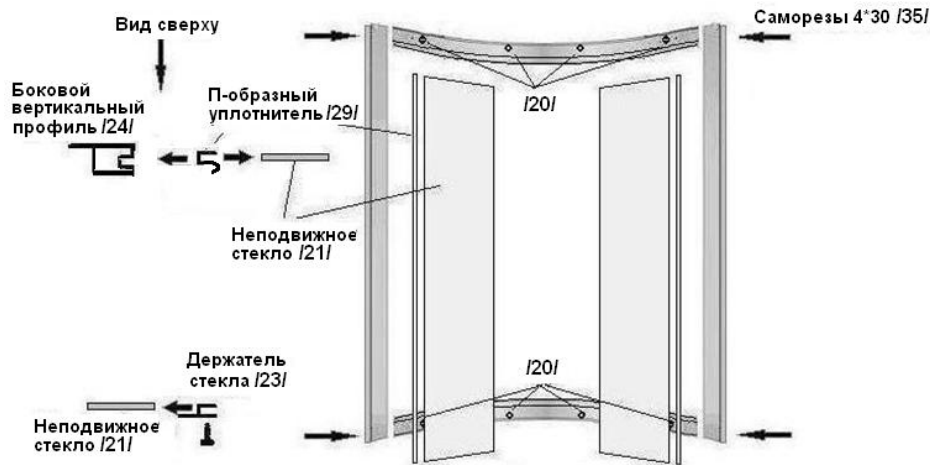

Рис.9
3.3. Сборка фронтальной стенки (рис.9).